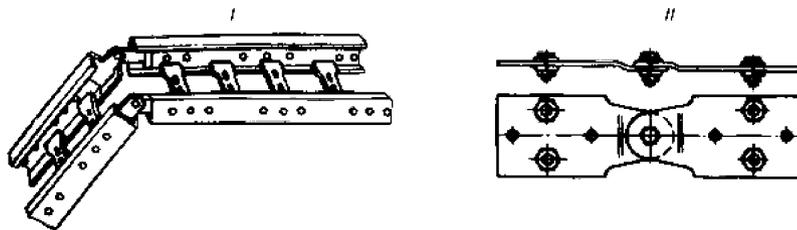

Рис.9
Для изменения положения поворотов магистрали лотков (I) с горизонтального на вертикальное под любым углом применяют шарнирные переходные соединители НЛ-СПУЗ (II) (рис.9).